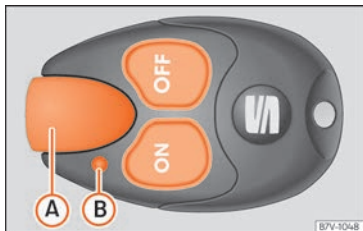

Abb. 201 Standheizung: Funk-Fernbedienung.
| Abb. 201 | Bedeutung |
| Batteriekontrollleuchte Abb. 201 B | Bedeutung |
Wenn die Kontrollleuchte » Abb. 201 **B** der Funk-Fernbedienung bei Tastendruck nicht aufleuchtet, muss die Batterie in der Funk-Fernbedienung in Kürze ersetzt werden.
Eine optimale Reichweite wird erzielt, wenn die Funk-Fernbedienung senkrecht mit der Antenne »» Abb. 201 (A) nach oben gehalten wird. Dabei die Antenne nicht mit den Fingern oder der Handfläche abdecken.